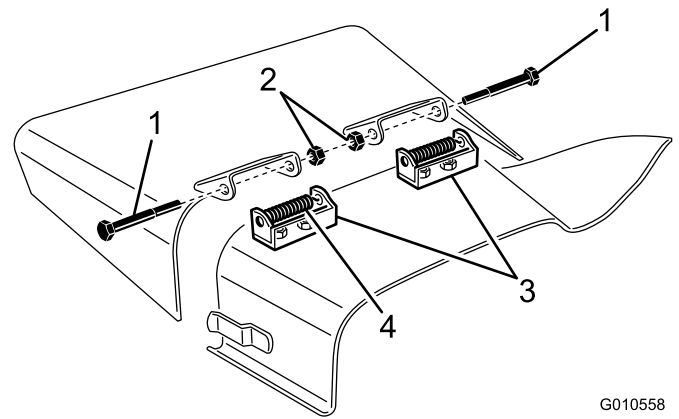

Bild 29
4. Entfernen Sie die zwei Kopfschrauben, Sicherungsmuttern und Federn, mit denen die Befestigungen des Ablenkblechs an den Schwenkhalterungen befestigt sind (Bild 29).
5. Entfernen Sie die Schlossschrauben und die Muttern, um die Schwenkhalterung abzunehmen (Bild 29).